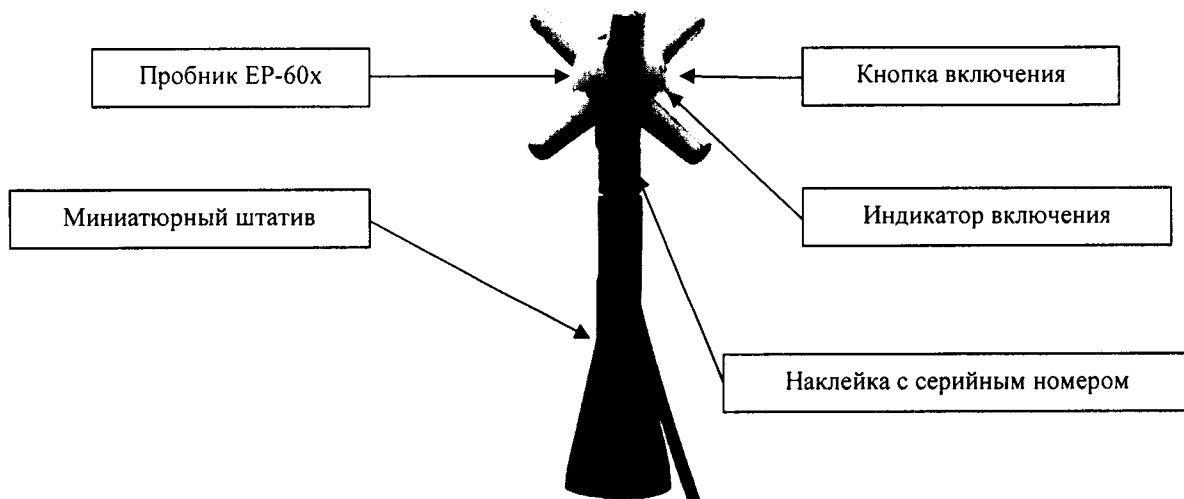

Рисунок 1
- наличие серийного номера на фирменной наклейке пробника ЕР-600х (рисунок 1);
8.2.3 Выполнить зарядку аккумулятора пробника ЕР-600. Установить пробник ЕР-600 на миниатюрный штатив (рисунок 1). Подключить пробник ЕР-600 к ПК.
8.2.4 Включить пробник ЕР-600 кратковременным нажатием на кнопку и контролировать последовательное загорание индикатора зеленым, красным и синим; затем контролировать мигание индикатора красным светом, это означает, что пробник ЕР600 готов к работе (рисунок 1).
- серийный номер на фирменной наклейке (рисунок 1) совпадает с серийным номером, полученным в п. 8.2.8.
8.3.2 Выполнить зарядку аккумулятора пробник EP-600 (при необходимости). Установить пробник EP-600 на миниатюрный штатив (рисунок 1). Подключить пробник EP-600 к ПК. Установить пробник EP-600 в рабочую зону РЭНЭП-001/300М.
8.3.3 Включить пробник EP-600 кратковременным нажатием на кнопку и проконтролировать его готовность к работе по последовательному загоранию индикатора зеленым, красным и синим, а затем по миганию индикатора красным светом (рисунок 1).
8.4.2 Выполнить зарядку аккумулятора пробник EP-601 (при необходимости). Установить пробник EP-601 на миниатюрный штатив (рисунок 1). Подключить пробник EP-601 к ПК. Установить пробник EP-601 в рабочую зону РЭНЭП-001/300М.
8.4.3 Включить пробник EP-601 кратковременным нажатием на кнопку и проконтролировать его готовность к работе по последовательному загоранию индикатора зеленым, красным и синим, а затем по миганию индикатора красным светом (рисунок 1).
8.5.2 Выполнить зарядку аккумулятора пробник EP-602 (при необходимости). Установить пробник EP-602 на миниатюрный штатив (рисунок 1). Подключить пробник EP-602 к ПК. Установить пробник EP-602 в рабочую зону РЭНЭП-001/300М.
8.5.3 Включить пробник EP-602 кратковременным нажатием на кнопку и проконтролировать его готовность к работе по последовательному загоранию индикатора зеленым, красным и синим, а затем по миганию индикатора красным светом (рисунок 1).